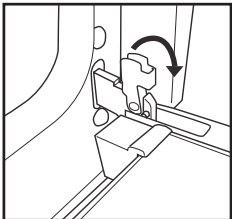

Рис. 1
2. Підніміть фіксатори та натисніть на них уперед до кінця (рис. 1).